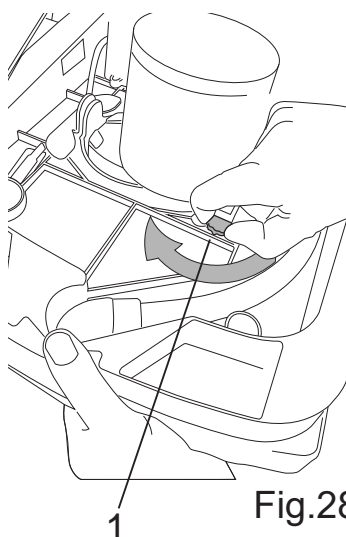

Fig.28
Det går att variera dragkraftens styrka genom att vrida knappen (bild 28-ref.1).
- Tryck borsten/motorn med en hand uppåt och vrid knappen (bild 28-ref.1) med den andra handen till önskat läge.